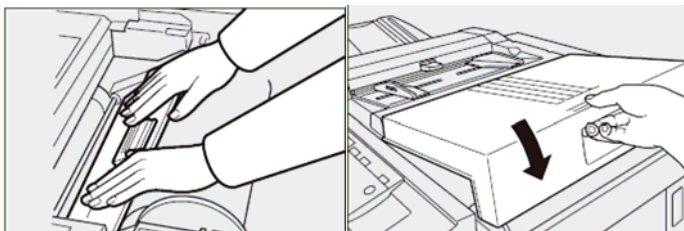

图 5-28 关闭版纸器盖
④ 用双手关闭版纸器盖，直到卡到位为止，并关上右侧盖，如图 5-28 所示。